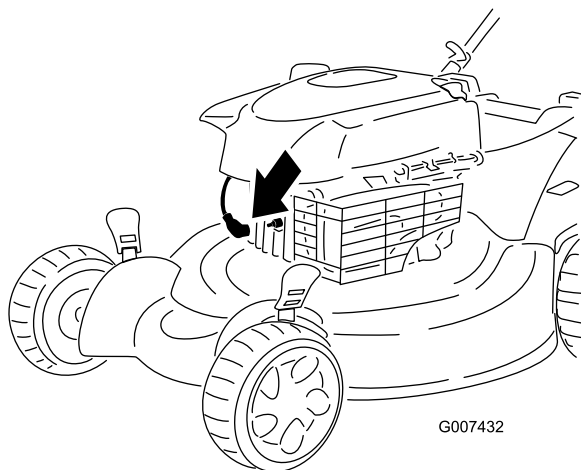

Bild 39
2. Ziehen Sie das Zündkabel von der Zündkerze (Bild 39) ab, bevor Sie Wartungsarbeiten ausführen.